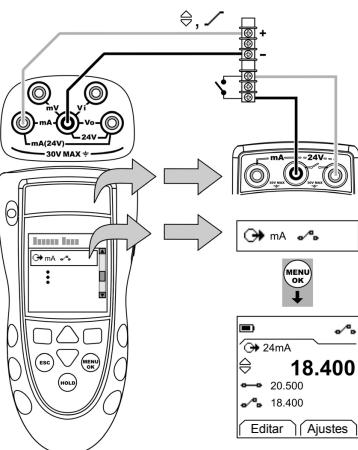

Figura 5: Exemplo de configuração – Teste de chave
1. Conecte o instrumento (Figura 5) e, se necessário, ajuste o Conf. (Tabela 1).